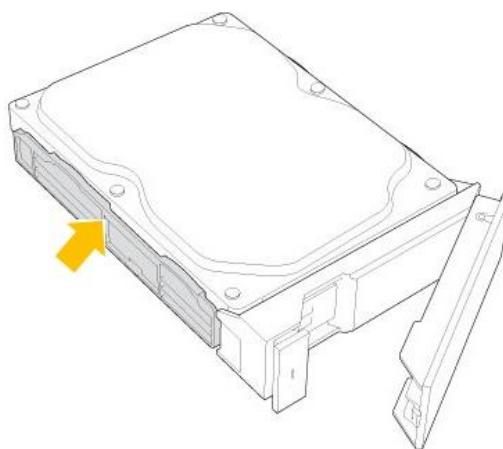

Рисунок 214 – Закрепите жесткий диск в лотке (четыре штырька)
11. Чтобы закрепить диск оставшимися двумя штырьками, отпустите левую сторону лотка (см. Рисунок 214).